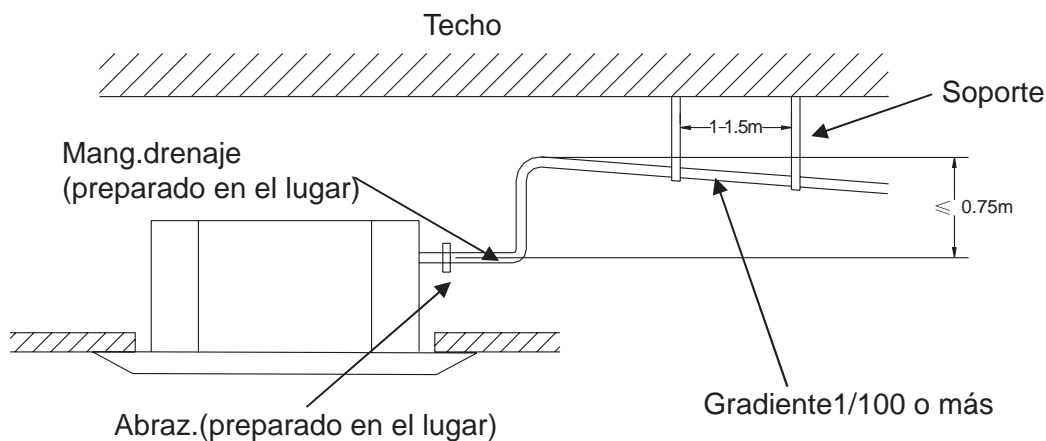

Fig.13
1. No levante el tubo de drenaje a una altura mayor de 0.75m; de lo contrario habrá riesgo de pérdidas de agua (Fig. 13).
2. Asegúrese de que el tubo de drenaje tenga una inclinación hacia abajo no inferior a 1/100, y de que no haya estancamiento de agua (Fig. 13).
3. Para sostener el tubo de drenaje, espacé los soportes cada 1 a 1,5 mm (Fig. 13).